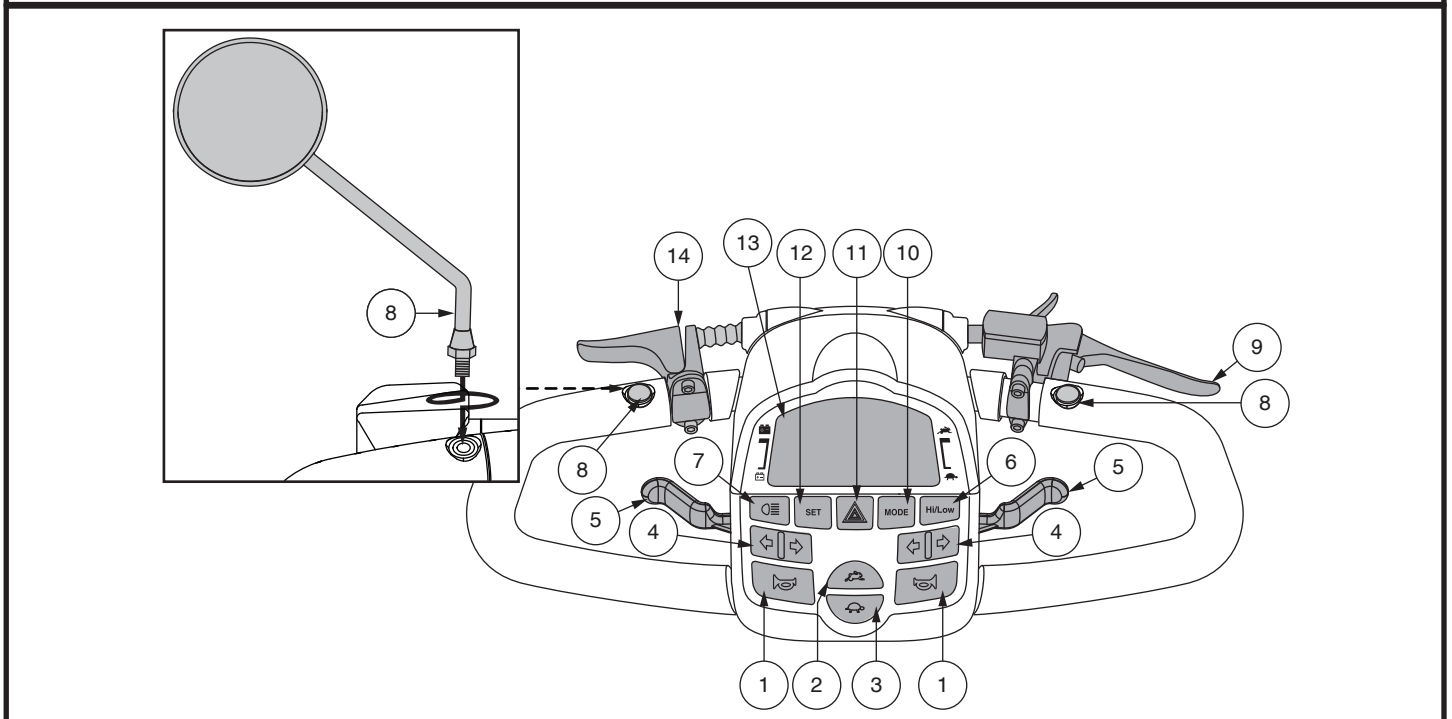

Figura 1. Pannello di controllo LCD
La console e la parte inferiore del manubrio ospitano tutti i comandi necessari alla guida del veicolo inclusi il pannello di controllo LCD, le leve di controllo dell'acceleratore, l'interruttore della chiave ed il selettore della velocità. **Vedere figura 1.**
Queste leve consentono il controllo dell'accelerazione in avanti e a marcia indietro del veicolo, fino al massimo della velocità preimpostata dall'utente con l'apposito selettore. Una leva di controllo è situata su ciascuno dei lati inferiori del manubrio, sinistro e destro. **Vedere figura 1.**
- Premere una volta il pulsante **High-Low** per impostare la velocità sulla regolazione alta. L'indicatore High-Low viene visualizzato sullo schermo LCD. **Vedere figura 1.** L'uso di questa impostazione insieme ai pulsanti di regolazione della velocità consente al veicolo di raggiungere la velocità massima pre-programmata.
Il pannello di controllo LCD offre comode informazioni intuitive tramite lo schermo LCD. **Vedere figura 1.** Lo schermo LCD si usa anche durante l'avvio (attivazione) delle diverse impostazioni del pannello di controllo.
**NOTA:** Per programmare le impostazioni del pannello di controllo, l'indicatore Hi-Low deve essere spento e l'indicatore di velocità massima deve essere impostato su pieno. Vedere figura 1.